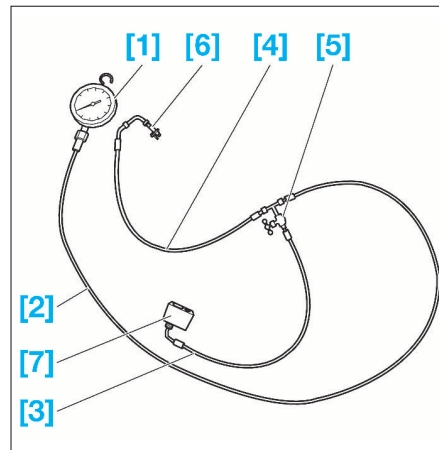

FIG. 22
- Préparer l'ensemble de contrôle [1], [2], [3], [4], [5], [6] et [7] (Coffret Ref. 0710-ZY) (Fig.22).